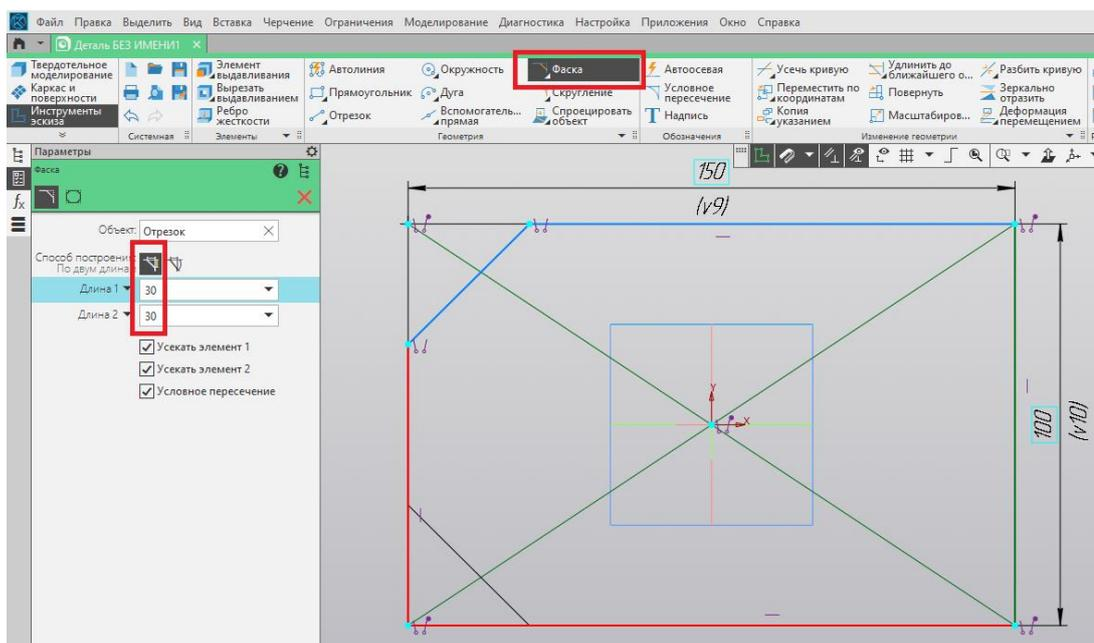

Рис. 8
4. Проставляем размеры основания и при помощи команды «Фаска» отсекаем углы прямоугольника (рис. 8).